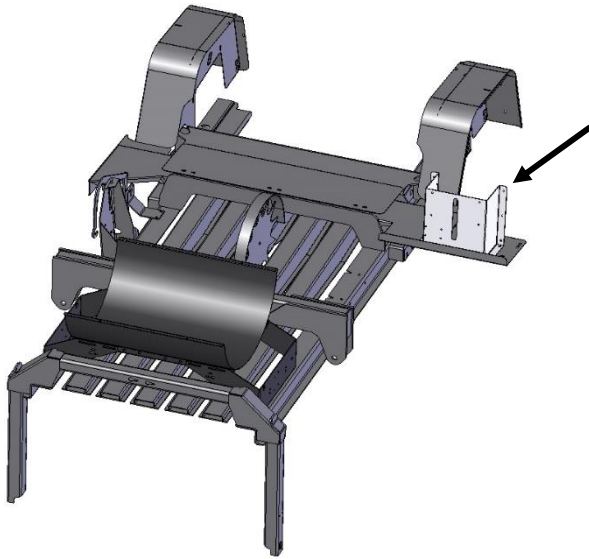

Abbildung 1
Bringen Sie den Tank und die Halterung in Position. Entscheiden Sie anhand von Abbildung 1, 2, und 3, welcher dieser Einbauorte am günstigsten ist und für den Benutzer am besten funktioniert.
1. Nachdem Sie den Tank und die Halterung sicher an der Ballenpresse befestigt haben, suchen Sie die Teile A, B, C, D und E, die unten in Abbildung 1 oder 2 dargestellt sind. Bauen Sie folgende Teile in der angegebene Reihenfolge ein: (A) Winkelstück | (B) Düsenhalter | (C) Rückschlagventil | (D) Reduzierbuchse | (E) Düse wie unten abgebildet.